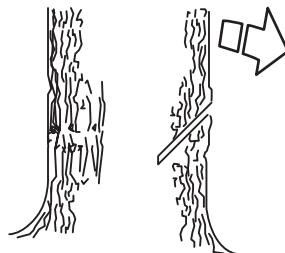

Рисунок 13 — Верхний пропил
- Чтобы сделать направляющую зарубку, необходимо вначале сделать верхний пропил. Пользуясь нижней кромкой направляющей шины (ведущей частью пильной цепи), сделайте пропил сверху вниз под углом примерно 45 градусов и под прямым углом (см. рис. 13) к выбранному направлению падения.